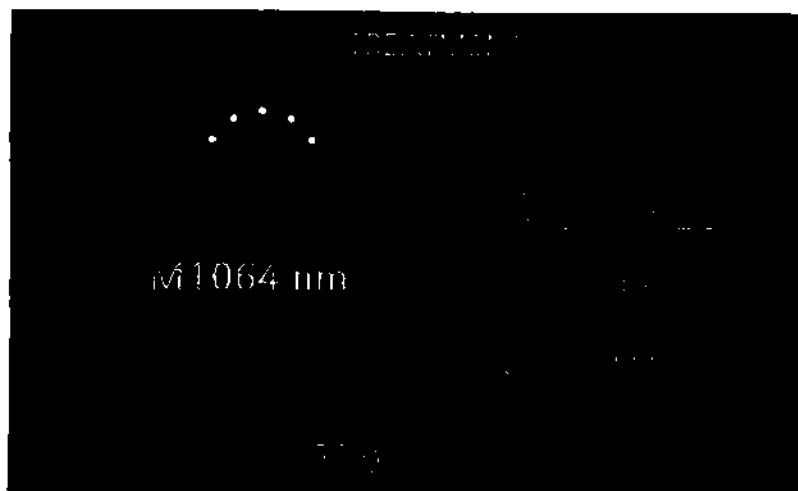

Рисунок 34 – Экран конфигурации («TREATMENT»). Режим M 1064
- Выберите режим M 1064 (рисунок 34), нажав кнопку M1064 (A). В окне (B) появится выбранный режим.
- Установите параметры в окне (C). Выберите в окне (C) требуемый параметр и измените значение кнопками «вверх» и «вниз».